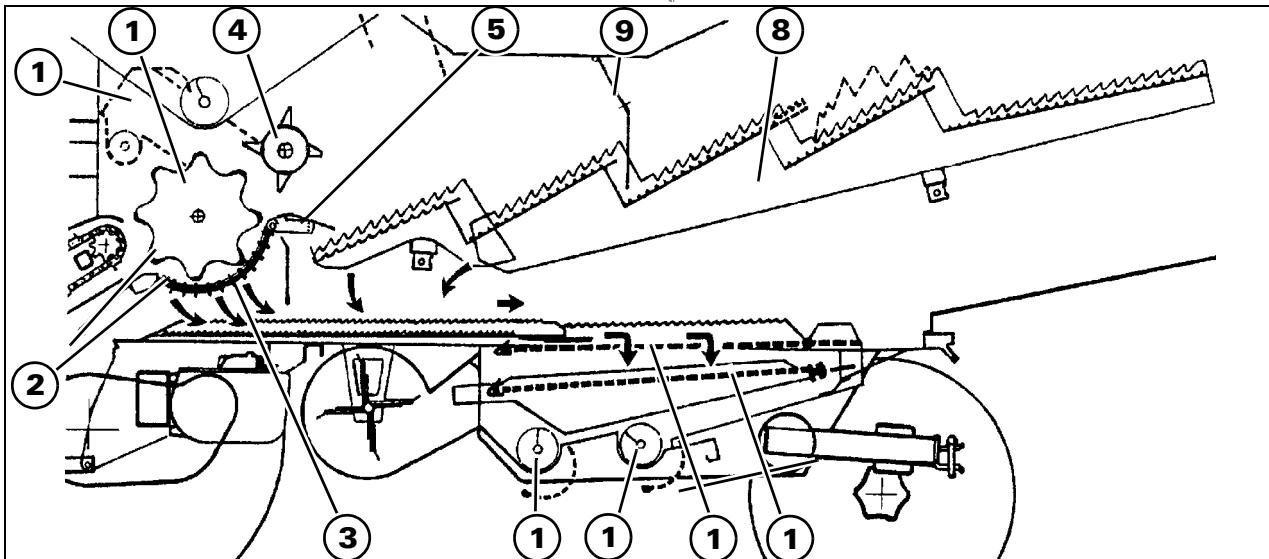
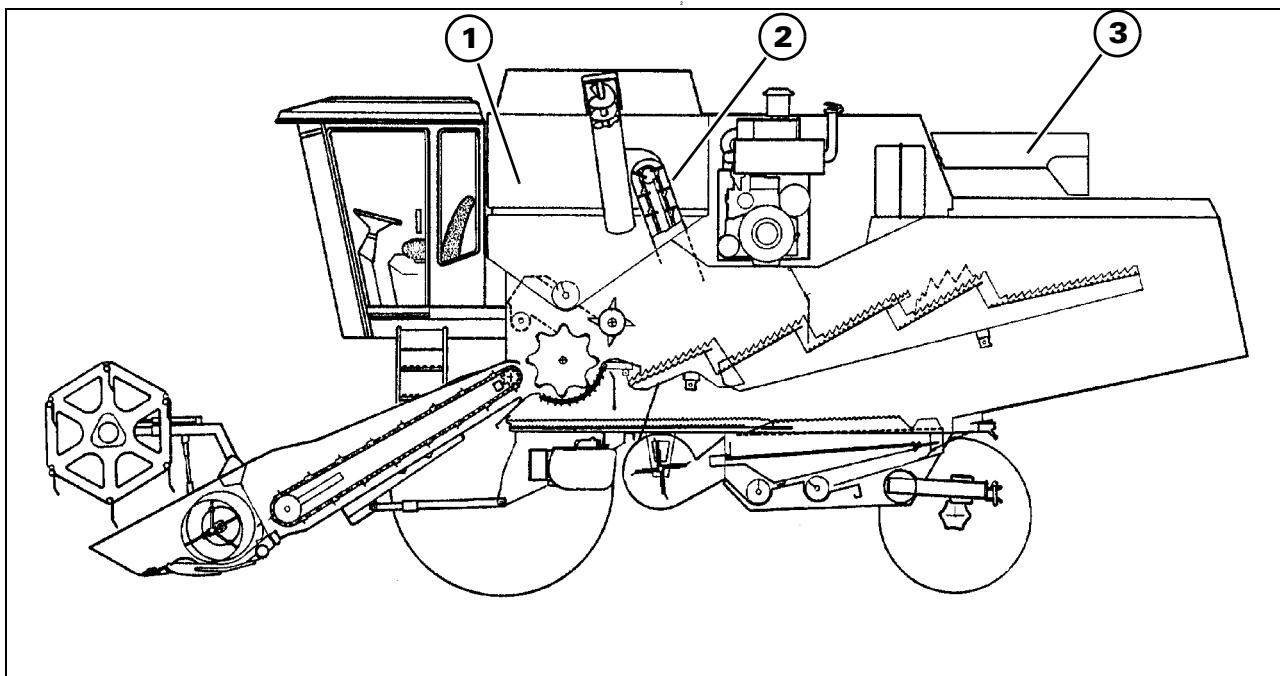

Рис. 3
Рис. 4
## 2. Обмолот - Рис. 3
### 3. Сепарация - Рис. 3
### 4. Очистка - Рис. 3 и Рис. 4
Зерна проходят через нижнее решето (11), подаются поперечным шнеком (12) на транспортер (2 - Рис. 4), затем поступают в зерновой бункер.
### 5. Хранение и разгрузка зерна - Рис. 4